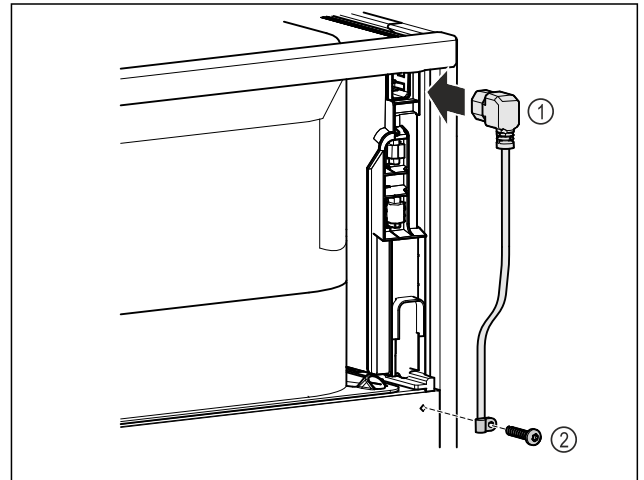

Fig. 76
- ▶ Kaltgerätebuchse der Netzanschlussleitung Fig. 76 (1) auf der Rückseite des Gerätes einstecken.
- ▶ Zugentlastung montieren. Fig. 76 (2)